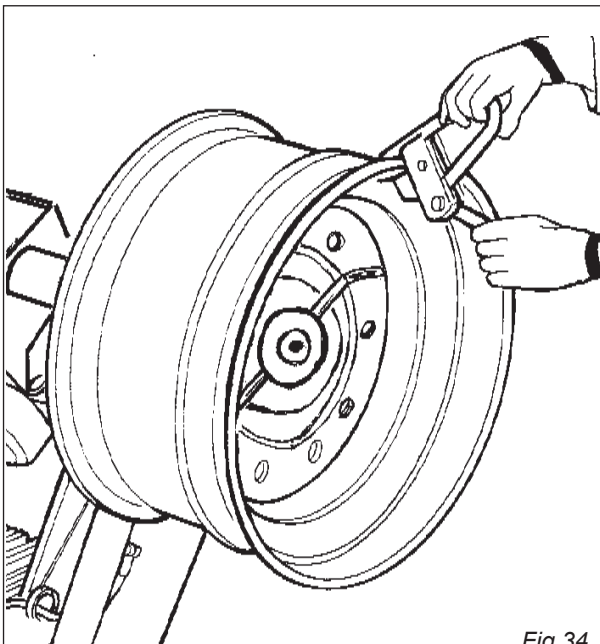

Fig.34
3) Serrare la pinza al bordo esterno del cerchione nel punto più alto (vedi fig. 34).
3) Fix the clip to the outside edge of the rim at the highest point (Fig. 34).